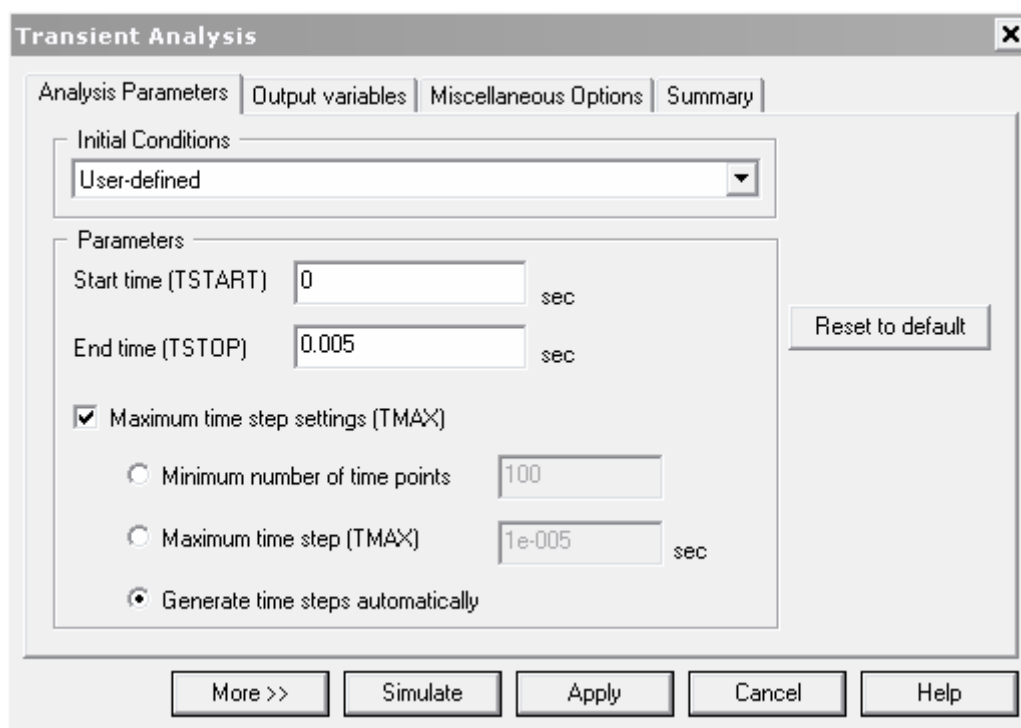

Figura 4.8. Opciones del menú "Transient Analysis"
- Una vez seleccionado este menú aparecerá una ventana como la de la figura 4.8. Los parámetros que se tienen que rellenar son: